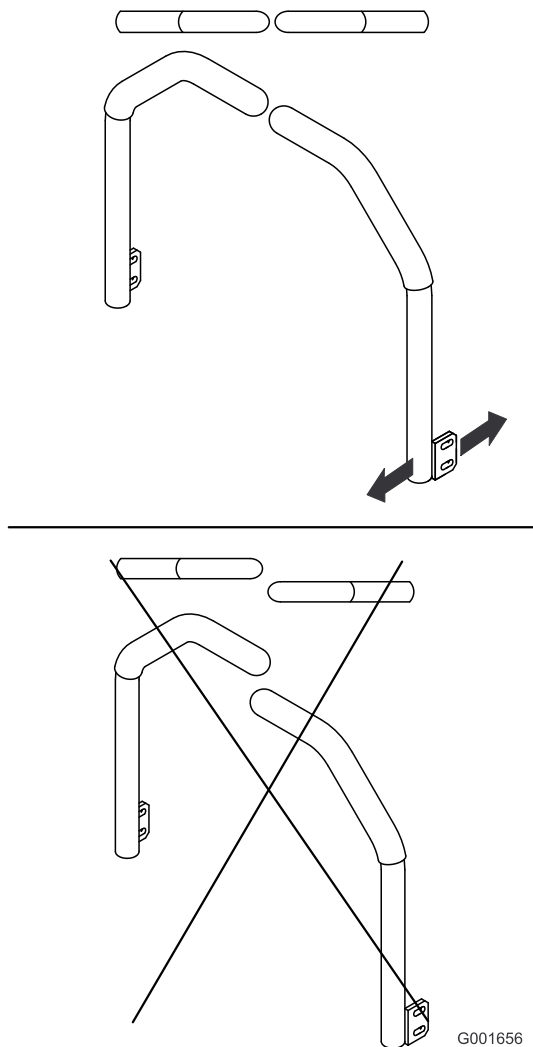

Figura 62
5. Ajuste las palancas de control de forma que queden alineadas entre sí y apriete los pernos para fijar las palancas a los soportes (Figura 62).